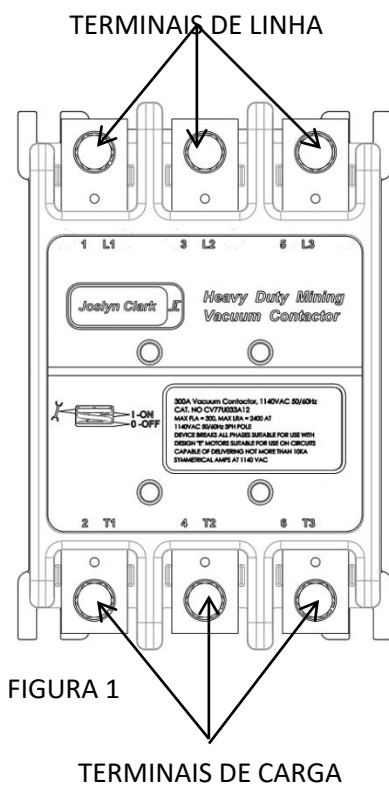
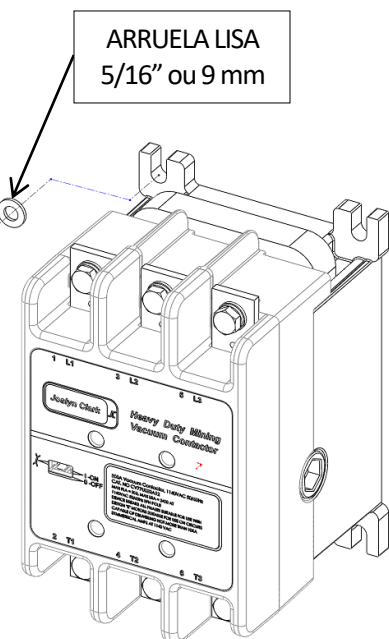

FIGURA 1
FIGURA 3
1. A FIGURA 1 ilustra os terminais externos para linha e carga. Monte o Contator com o material especificado na FIGURA 3. Instale sem apertar os 4 (quatro) parafusos de montagem na superfície de montagem desejada. Aplique 50-75 lbf.in de torque nos parafusos de montagem.
3. Usando cabo de fio de cobre para 75°C, conecte os condutores de linha e carga aos terminais principais (FIGURA 1) e na rotação de fase adequada, aperte os parafusos do terminal principal com torque de 11 lbf.in.